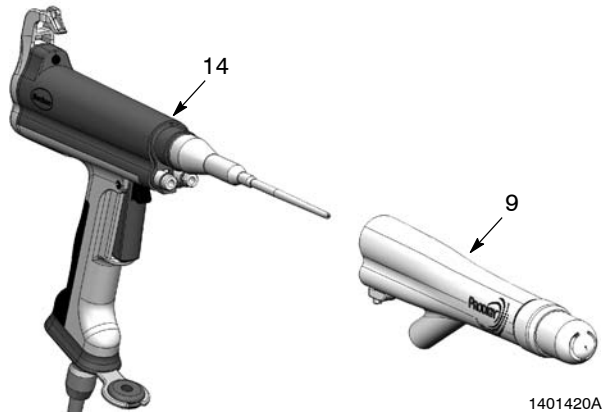

Abb. 15 Adapter abnehmen
3. Siehe Abbildung 15. Den Adapter (9) gerade vom Sprühpistolengehäuse (14) abziehen.